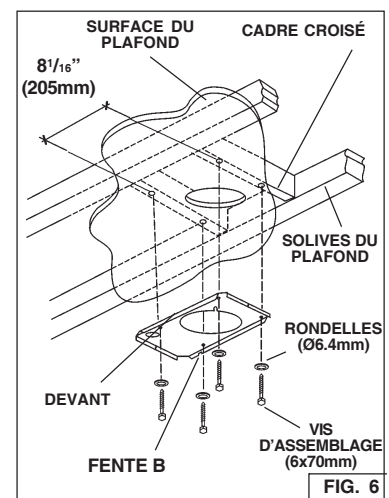

FIG. 6
3. Fixez l'étrier de la structure de support aux solives et au cadre croisé au moyen des quatre vis (6x70mm) et quatre rondelles (D-6.4mm) qui vous sont fournies. Assurez-vous que les vis soient bien centrées dans les solives et dans le cadre croisé de sorte que le tout soit bien solide. Faites attention car le positionnement de l'étrier détermine la position finale de l'appareil: le côté avec la fente B correspond au côté opposé aux commandes. Fig. 6.